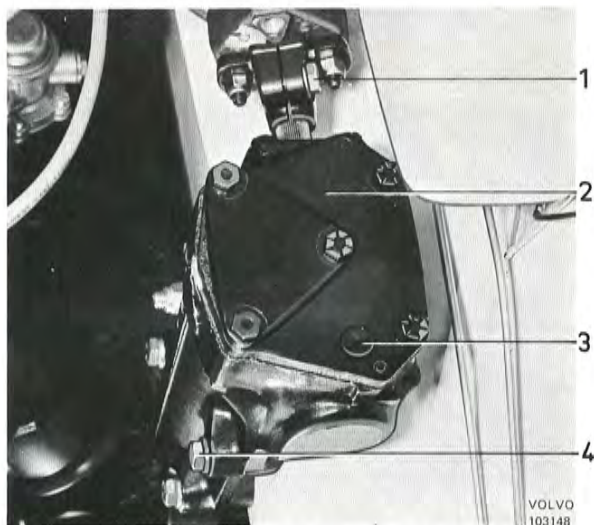

Bild 57. Mekanisk styrväxel
3. Lossa klämskruven (1 bild 57). Demontera fästskruvarna (4). Dra fram styrväxeln (2).
2. Kontrollera att ratten har läge för körning rakt fram. Sätt styrväxeln på sin plats och träd in den i medbringaren. Montera och dra åt fästskruvorna (4 bild 57). Dra åt klämskraven (1).